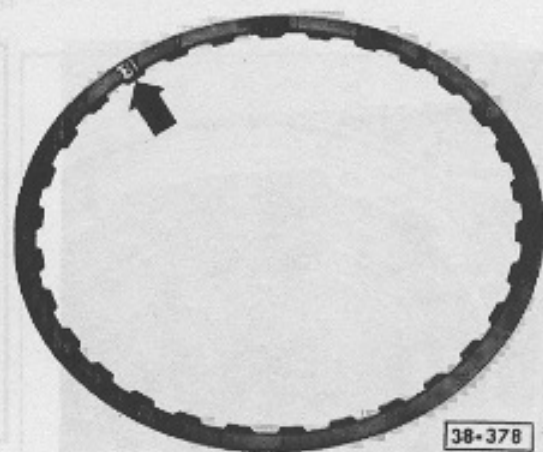

Abb. 15 Innenlamellen – Erkennungsmerkmal
- Kennzeichnung beachten – Abb. 15